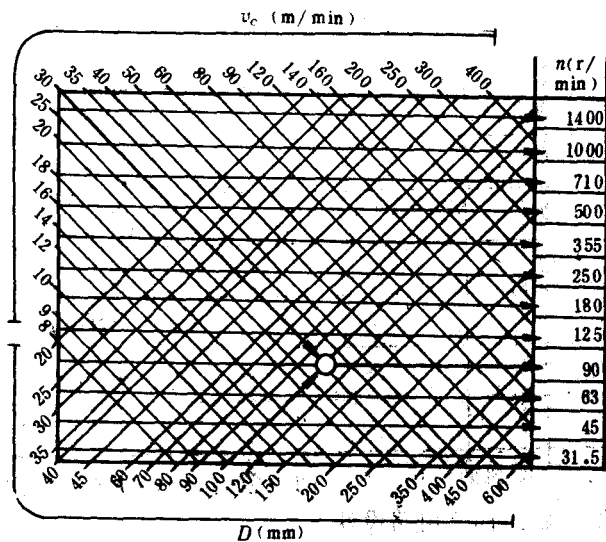

图 1-36 车床转速曲线图
3. 卧式车床转速选取曲线图,见图 1-36。若工件直径 $d = 200\text{mm}$,切削速度 $v_c = 60\text{m/min}$ 试求车床主轴转速应取多少?